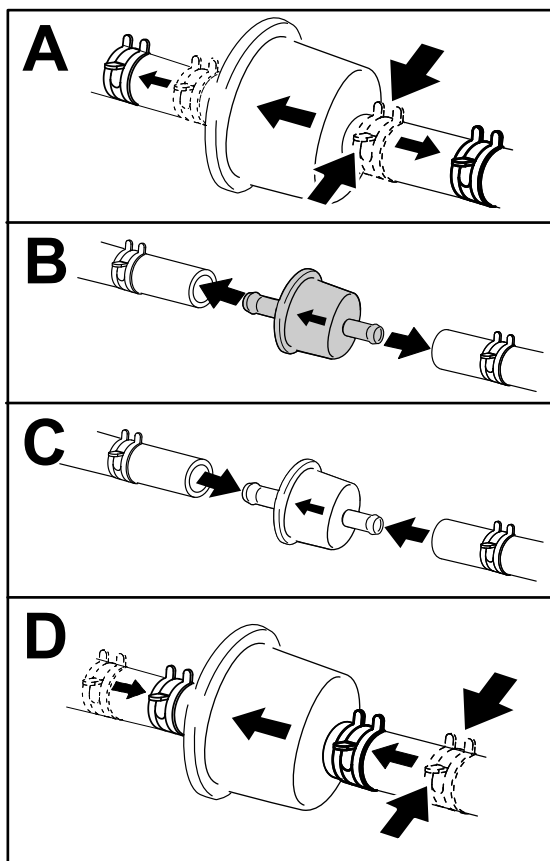

Figure 24
4. Remplacez le filtre comme montré à la Figure 24.